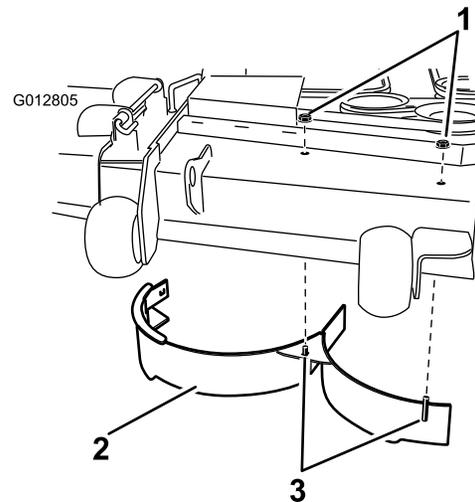

Figura 30
10. Retire las 2 contratuercas (5/16") que sujetan las clavijas soldadas del deflector derecho a la parte superior de la carcasa de corte en las posiciones centro y centro derecha (Figura 30).